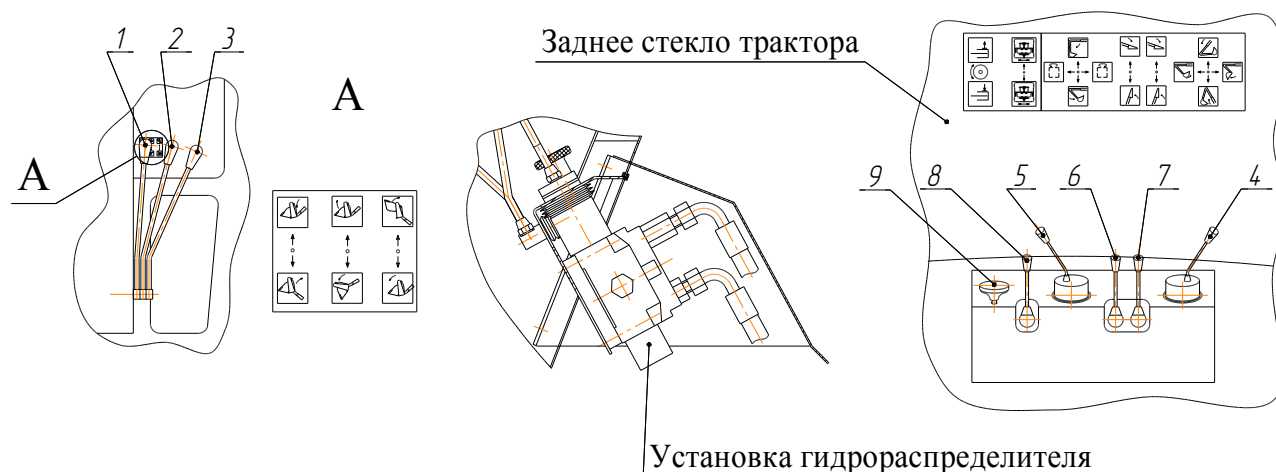

Рисунок 2.1 – Расположение рычагов и педалей управления
Рычаги управления (рисунок 2.1) имеют следующее назначение:
1.3. Маховик 9 (Рис. 2.1) повернуть по часовой стрелке до упора, при этом напорные полости гидроцилиндров прижима каретки соединяются со сливом в гидробак.
1.4. Рукояткой 8 (Рис. 2.1) полностью задвинуть шток гидроцилиндра 5 (рис. 2.5) перемещения каретки в гильзу. При этом, механизм перемещения каретки, закрепленный на штоке гидроцилиндра, упираясь в упор расположенный на раме переключается для движения вправо.
1.5. Рукояткой 8 (Рис. 2.1) полностью выдвинуть шток гидроцилиндра перемещения каретки. При этом, механизм перемещения каретки входит в зацепление с упорами расположенными на верхней направляющей рамы.
1.6. Рукояткой 8 (Рис. 2.1) задвигать шток гидроцилиндра перемещения каретки, при этом каретка перемещается вправо. Максимальное перемещение каретки за один полный ход гидроцилиндра равно 185 мм.
1.8. Маховик 9 (Рис. 2.1) повернуть против часовой стрелки до упора, при этом напорные полости гидроцилиндров прижима каретки соединяются с напорной полостью распределителя
1.9. Рукоятку 4 (Рис.2.1) потянуть на себя и удерживать в течение 5...7 сек. При этом, рабочая жидкость подаётся в штоковую полость гидроцилиндра стрелы, поднимая стрелу, и в напорные полости гидроцилиндров прижима каретки, фиксируя её.
2.3. Рукояткой 8 (Рис. 2.1) полностью выдвинуть шток гидроцилиндра 5 (рис. 2.5) перемещения каретки. При этом, механизм перемещения каретки, закрепленный на штоке гидроцилиндра, упираясь в упор расположенный на стойке рамы, переключается для движения влево, и незначительно сдвигает каретку, устанавливая её в положение из которого может быть начато движение влево.
2.4. Рукояткой 8 (Рис. 2.1) полностью задвинуть шток гидроцилиндра перемещения каретки. При этом, механизм перемещения каретки входит в зацепление с упорами расположенными на верхней направляющей рамы.
2.5. Рукояткой 8 (Рис. 2.1) выдвигать шток гидроцилиндра перемещения каретки, при этом каретка перемещается влево. Максимальное перемещение каретки за один полный ход гидроцилиндра равно 185 мм.